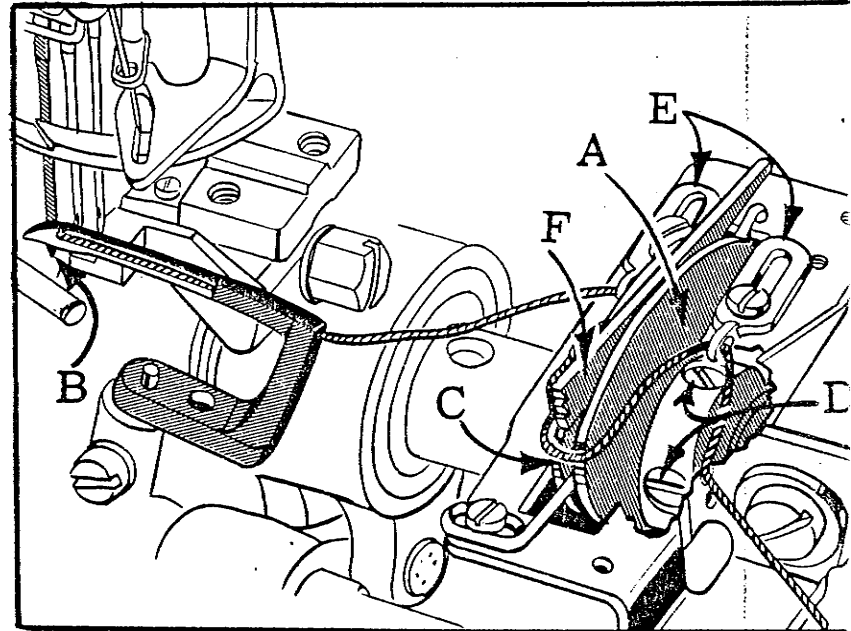

Fig. 47
Fig. 47 El excéntrico tira-hilo looper (A) no tiene punto fijo en el eje principal. Es ajustable para compensar las condiciones variantes. Para ajustarlo apropiadamente gire la máquina manualmente formando unas pocas puntadas en el material, y observe el movimiento hacia abajo de las agujas con respecto al looper. Cuando las puntas de las agujas están bien dentro de sus triángulos respectivos, como en (B), el hilo del looper deberá desprenderse fuera de la punta alta del excéntrico tira-hilo (A) en el punto (C).